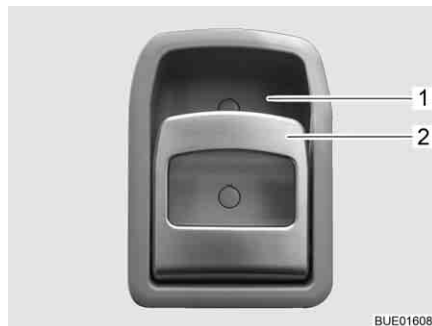

Fig. 58 Serratura della porta di ingresso, lato interno
- Tirare la maniglia (Fig. 58,2). La serratura della porta si sblocca o apre.
- Premere la maniglia (Fig. 58,2) in alto verso l'impugnatura (Fig. 58,1). La serratura della porta si blocca.